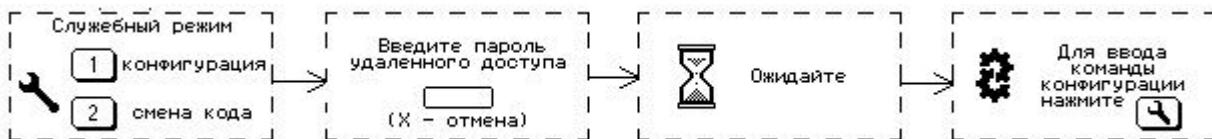

Рис. 6.2 Режим настройки со встроенной клавиатурой
Для этого необходимо перевести прибор в режим настройки со встроенной клавиатуры (рис. 6.2)
- 1 Нажать на встроенной клавиатуре клавишу , на ЖК-дисплее будет отображаться экран служебного режима (рисунок 6.2).